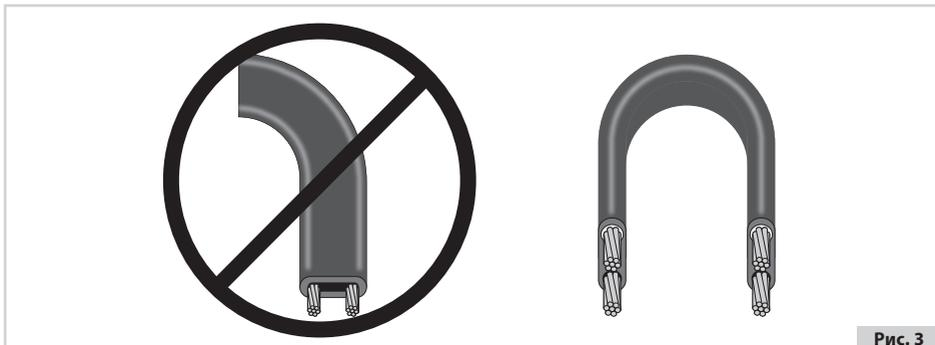

Рис. 3
- 4.5. Нагревательный кабель должен изгибаться исключительно перпендикулярно плоскости его жил (см. рис. 3).